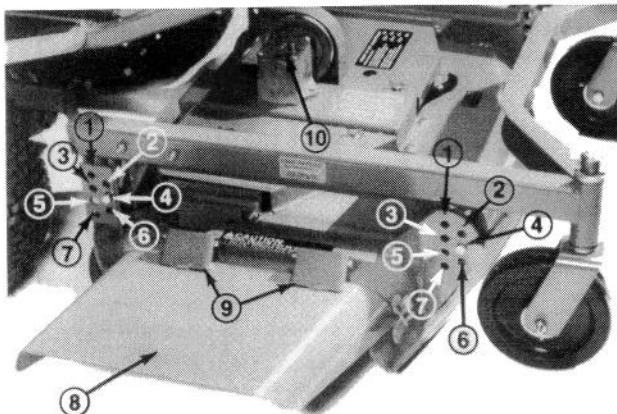

Bild 1
Die Schnitthöhe ist einstellbar von 25 bis 102 mm in Abstufungen von 13 mm, indem vier Steckstifte in verschiedene Positionen in die Schnithöheneinstellprofile an den Ecken des Schnittwerkes eingesteckt werden (Bild 1).
Das Prallblech (Bild 1) ist eine Schutzvorrichtung, die Schnittgut und andere ausgeworfene Fremdkörper nach unten ablenkt. Ohne am Schnittwerk montiertes Prallblech und unter Federdruck stehenden Scharniere, mit denen das Prallblech abgesichert ist, können die Messer Schnittgut und Fremdkörper mit solcher Kraft aus dem Auswurfschlund heraus-schleudern, daß Personen verletzt oder Gegenstände beschädigt werden könnten. Sind Prallblech oder Federscharniere abgenutzt, zerbrochen oder defekt, müssen betroffene Teile instand gesetzt oder ausgetauscht werden. Das Schnittwerk nie ohne montiertes Prallblech benutzen. Immer sicherstellen, daß der Auswurfschlund in der tiefstmöglichen Stellung ist.
2. Das Schnittwerk nach allen 50 Betriebsstunden so absenken, daß die Laufrollen auf einer ebenen Fläche stehen. Sicherstellen, daß sich alle Schnithöhensteckstifte auf gleicher Einstellhöhe befinden. Den Bereich um die Getriebeabdeckung (Bild 1) reinigen, um einem Eindringen von Schmutz in das Getriebe vorzubeugen. Die Schrauben entfernen, mit denen die Abdeckung abgesichert ist. Den Schmierölstand im Getriebe kontrollieren. Bei niedrigem Ölstand, SAE E.P. 90 Öl nachfüllen, bis der Ölstand die horizontale Welle (Antrieb) im Getriebe erreicht. Den Dichtungszustand kontrollieren. Bei Bedarf sind